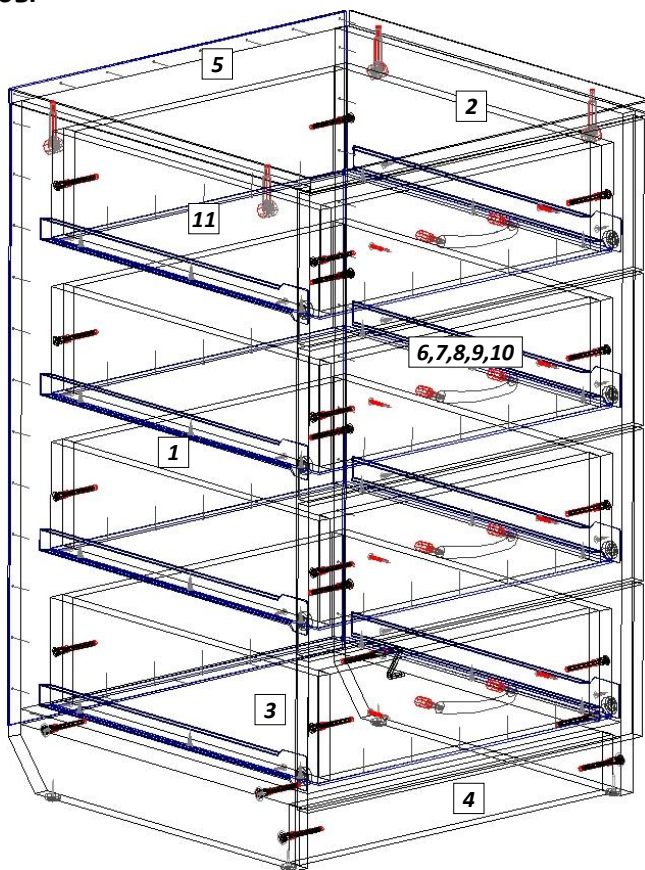

Рис. 1
- 4.1 Внимательно ознакомьтесь со схемой сборки, изображённой на рис. 1, сверяясь с комплектующей ведомостью на изделие. Согласно позициям на схеме и комплектующей ведомости определите расположение деталей в изделии и порядок их сборки. Сборка производится на ровном полу, укрытом материалом, предотвращающим повреждение покрытия пола и деталей мебели. Подготовьте необходимые для сборки инструменты – плоскую и крестовую отвёртки, молоток, рулетку или линейку.
- 4.3 Евровинтами (2), как показано на рис. 1, соедините вертикал. ст. [1, 2] с горизонт. ниж. ст. [3] и цоколем [4]. Установите крышку. Затяжка соединения производится путём поворота эксцентриков до упора в направлении стрелки, выштампованной на корпусе стяжки. Гвоздями (1) закрепите зад. стенку ДВПО [11].